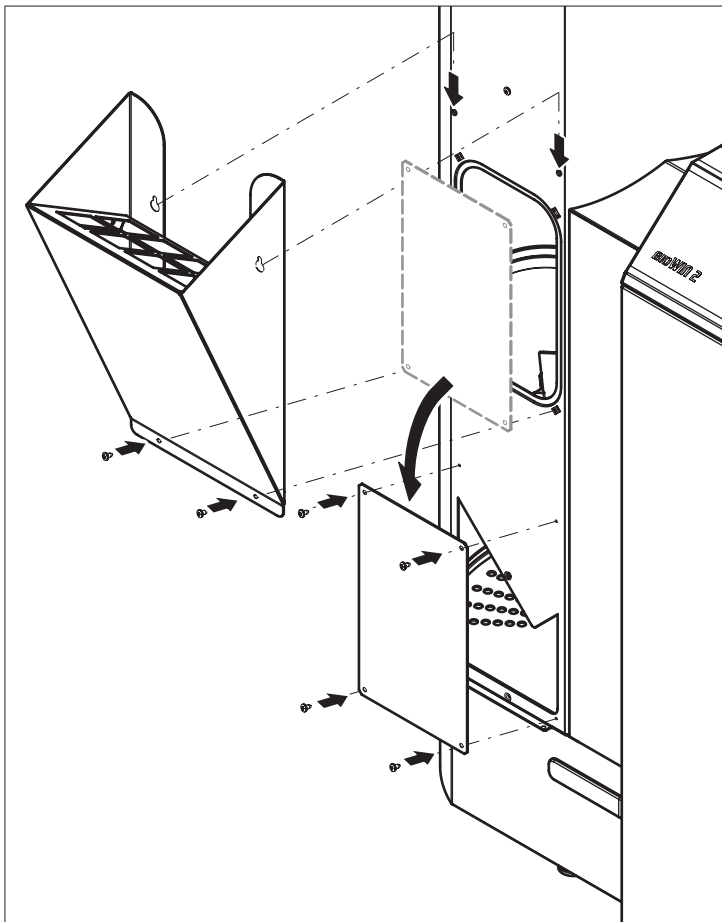

Fig. 75 Pelletsschütte und Revisionsdeckel montieren
- ▶ Pellets bei der Revisionsöffnung mit einem kleinen Kübel oder Schaufel in den Vorratsbehälter einfüllen bzw. Pelletsschütte (Zubehör – Pelletsschütte zur Überbrückung bzw. zur händischen Befüllung des Vorratsbehälter, wenn Zuführung noch nicht fertig ist) befestigen und Pellets einfüllen – Fig. 75.
- ▶ Revisionsdeckel als Berührungsschutz vor der Öffnung zur Förderschnecke montieren – Fig. 75.